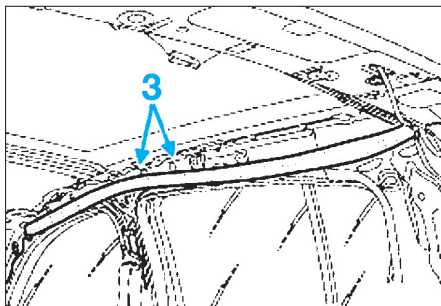

FIG. 11
- les rivets (3) du déflecteur (Fig.11)